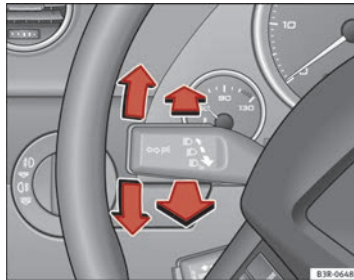

Abb. 91 Blinker- und Fernlichthebel
- Drücken Sie den Hebel bis zum Anschlag nach oben, um rechts zu blinken bzw. nach unten, um links zu blinken ⇒ Abb. 91.